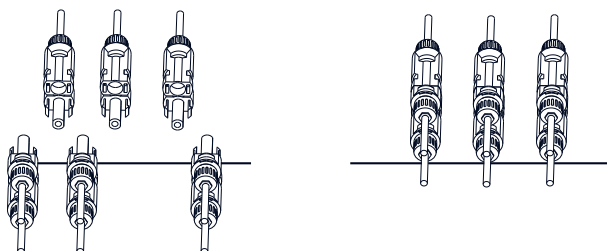

Figura 5.6 Collegamento dell'ingresso CC
d) Infine, inserire il connettore DC nei terminali positivo e negativo dell'inverter, come mostrato nella figura 5.6.